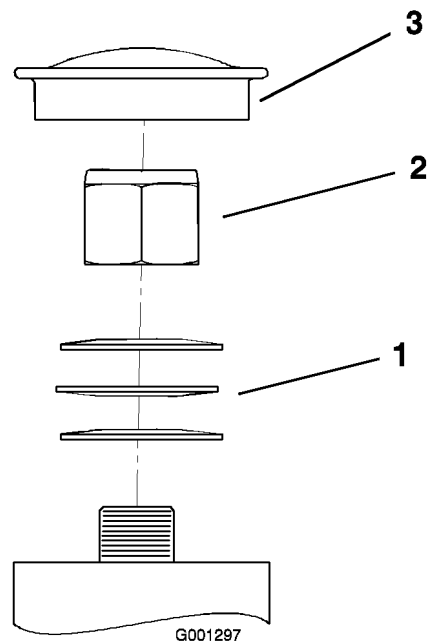

Figura 51
3. Togliete lo scodellino antipolvere dalla ruota orientabile e serrate il dado di bloccaggio (Figura 51).
4. Serrate finché le rondelle elastiche non sono piatte, quindi allentate di 1/4 di giro per mettere a punto il precarico sui cuscinetti (Figura 51).
5. Montate gli scodellini antipolvere (Figura 51).